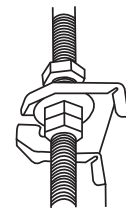

Fig. 5.18
5. Monte la unidad interior. Necesitará dos personas para levantarla y asegurarla. Inserte los ganchos de la unidad. Ajuste utilizando arandelas y tuercas (Ver Fig. 5.18)